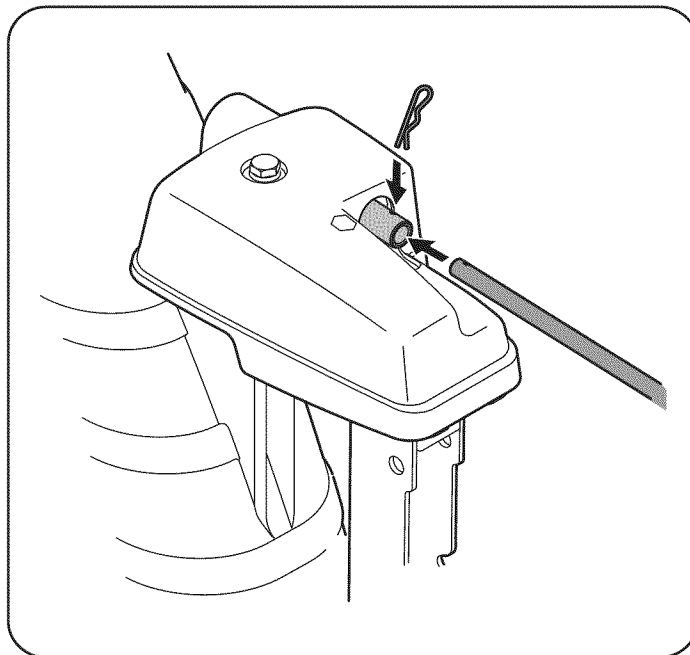

Figura 8
10. Inserte el control direccional del canal en la parte posterior de la cabeza del control del canal. Asegurar el control direccional del canal a la cabeza con el control del canal el broche de horquilla quitó antes. Ver la Figura 8.